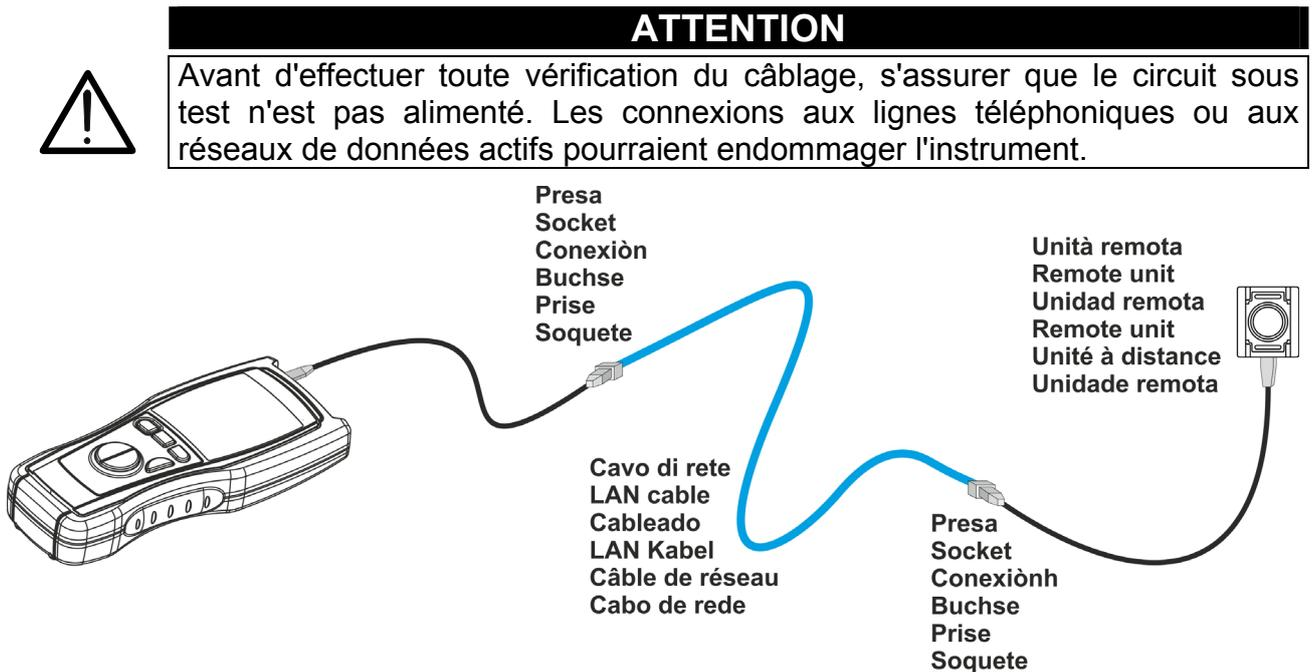

Fig. 8 : Connexion des bornes de l'instrument
4. Connecter l'instrument à une extrémité du câble sous test et à l'autre l'une des unités à distance en utilisant, si nécessaire, les petits câbles de dotation (voir Fig. 8).